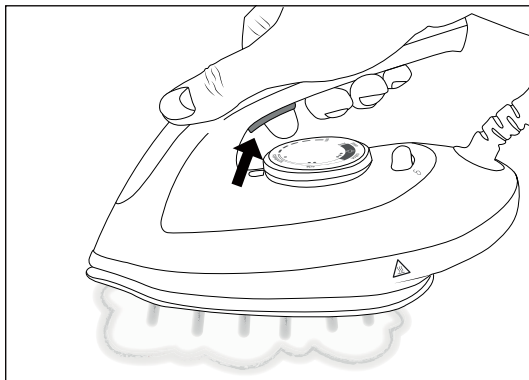

Fig. 9
- 5) Mentre si stirano i capi, premere e mantenere premuto il tasto del vapore **2** per applicare un getto di vapore continuo dalla piastra **8** al capo da stirare (vedere fig. 9).